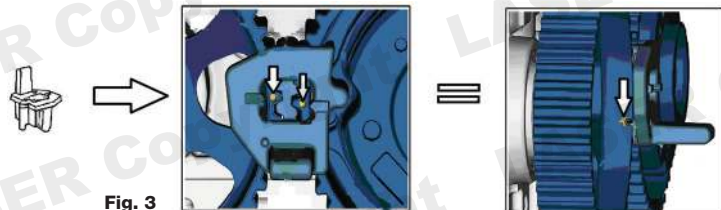

Fig. 3
Utilizado para bloquear as duas polias da árvore de cames em simultâneo nas respectivas posições sincronizadas. Desapertar ambas as polias utilizando uma ferramenta de fixação de polias adequada e utilizar (C) para as fixar na posição correta conforme apresentado na Fig. 3.